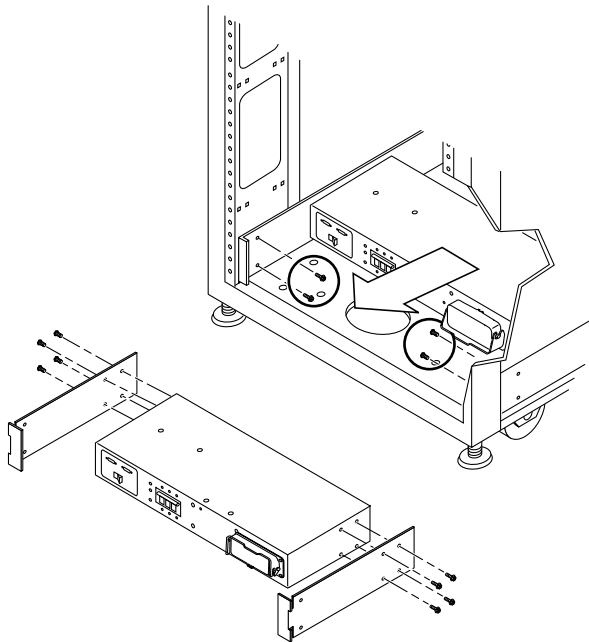

FIGURE 10-1 Retrait du séquenceur d'alimentation
**2. Déconnectez le câble de l'adaptateur du commutateur à partir du connecteur de l'unité d'alimentation correspondant au dos du séquenceur d'alimentation (FIGURE 10-1).**
1. **Faites glisser le séquenceur d'alimentation dans le système de stockage (FIGURE 10-1).**